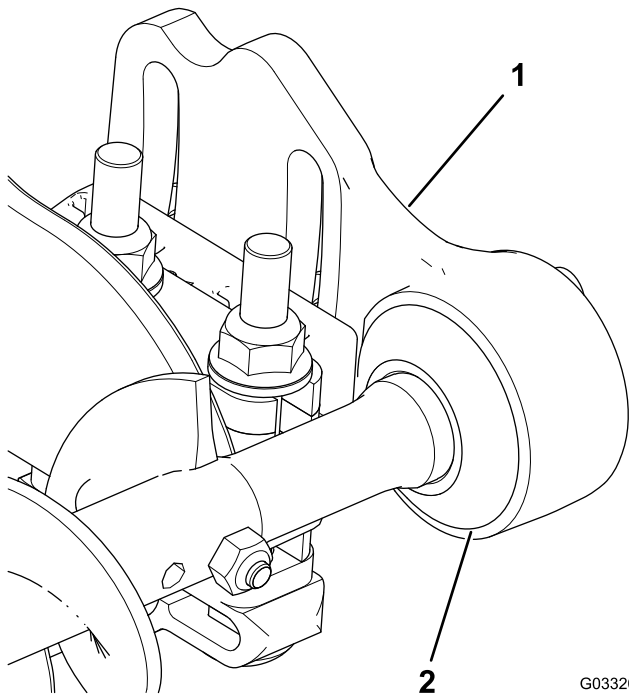

Figura 6
4. Deslice cada retén hacia el exterior hasta que los sellos toquen ligeramente el alojamiento de cada cojinete (Figura 6).